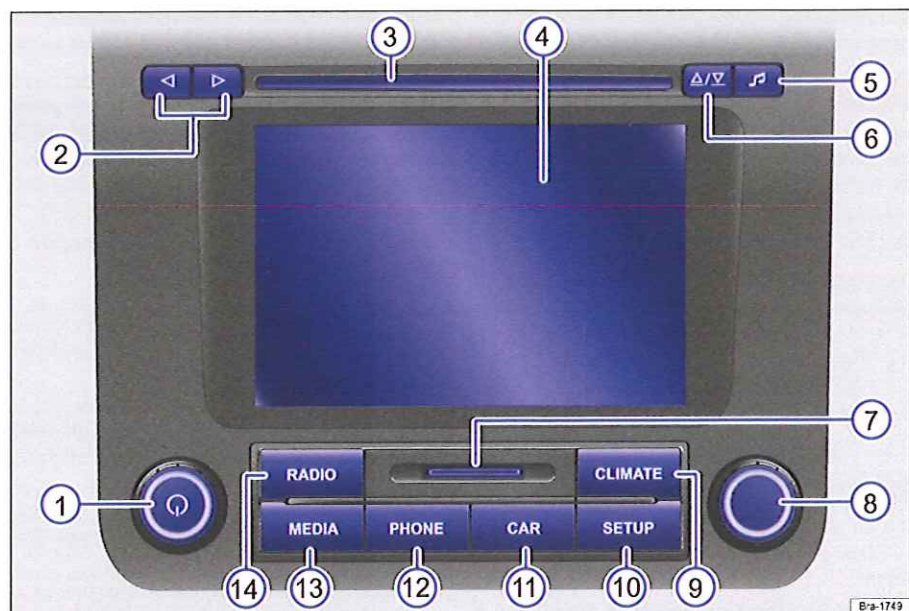
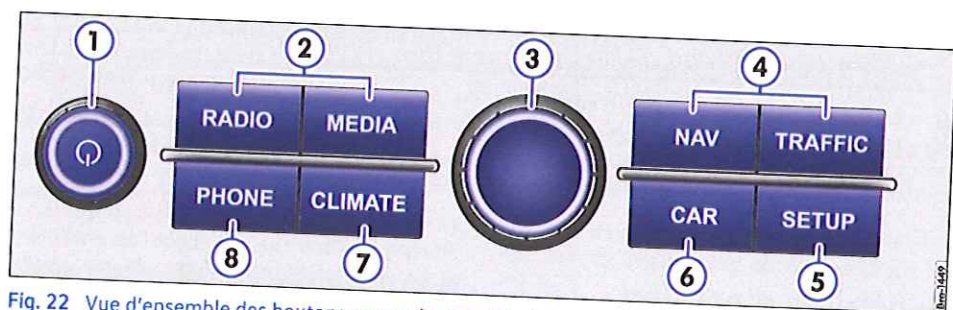

Fig. 21 Vue d'ensemble des éléments de commande du RCD 550
Fig. 22 Vue d'ensemble des boutons-poussoirs rotatifs et des touches du système d'infodivertissement RNS 850.
Légende de la fig. 21 :
Légende de la fig. 22 :
Sur les véhicules qui ne sont pas équipés d'un prééquipement téléphone mobile, l'appareil peut être mis en veille silencieuse également en appuyant sur la touche du système d'infodivertissement **PHONE** → fig. 21  ou → fig. 22 .
Les listes simples n'ayant pas de boutons de fonctions supplémentaires et servant uniquement à sélectionner une entrée → fig. 26 peuvent également être commandées à l'aide du bouton de réglage → fig. 21 ⑧ ou → fig. 22 ③.
- Pour rallumer l'écran, appuyez sur une touche quelconque du système d'infodivertissement → fig. 22 ou effleurez l'écran.